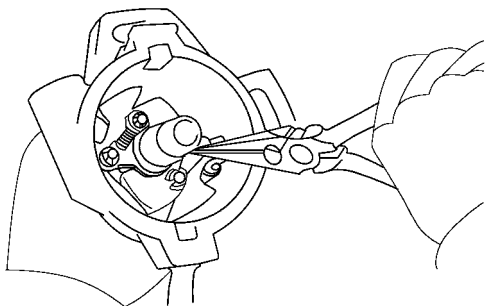

图 5-23 拆下调速弹簧
(6) 拆下调速器弹簧。使用尖嘴钳拆下 2 根弹簧，如图 5-23 所示。